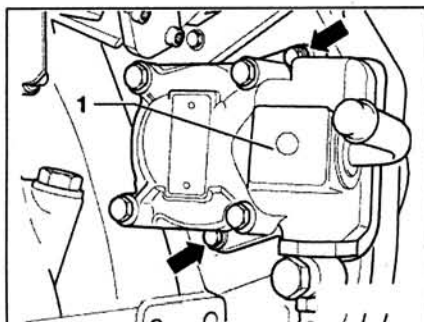

Рис. 2.20. Открутите болты (стрелки) крепления насоса гидропривода рулевого управления и снимите насос 1 с присоединенными шлангами.
15. Открутите болты (стрелки) крепления насоса гидропривода рулевого управления и снимите насос 1 с присоединенными шлангами (рис. 2.20).